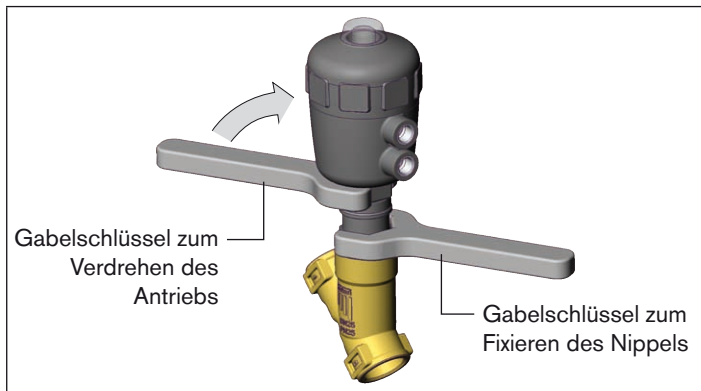

Bild 20: Drehen mit Gabelschlüssel
- Den Antrieb **nur im vorgegebenen Richtungssinn** drehen (siehe *Bild 20:*).